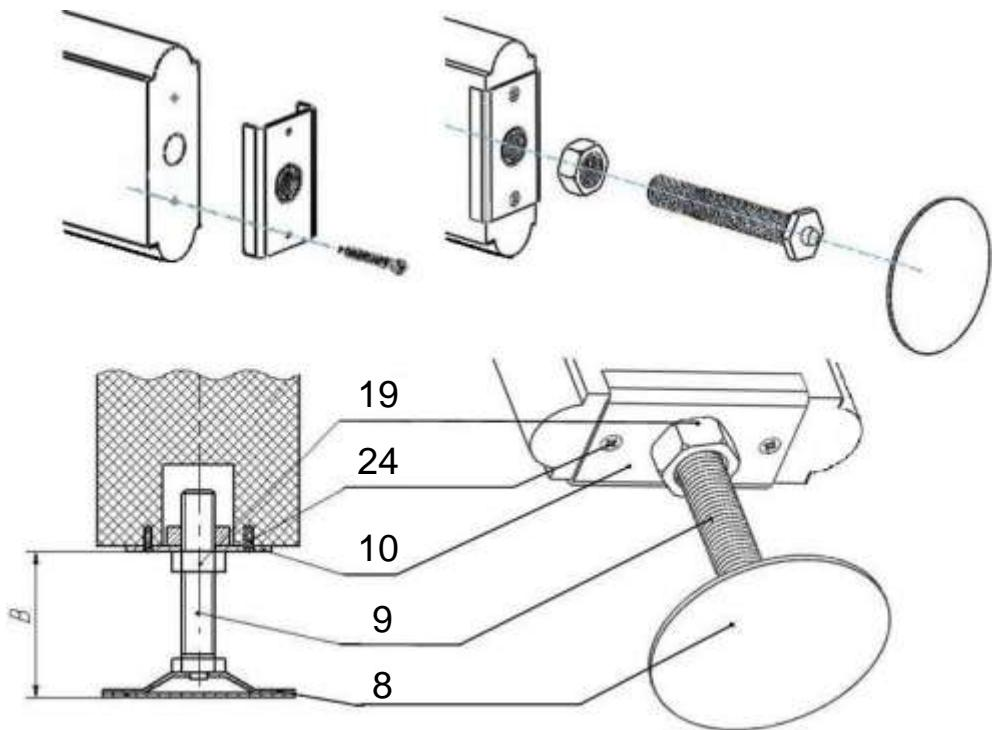

рисунок 3
2) правильность установки винтовых домкратов и размер «В», который не должен превышать 70 мм (рисунок 3).
5.15. Проверить размер В (рисунок 3). **ВНИМАНИЕ!**